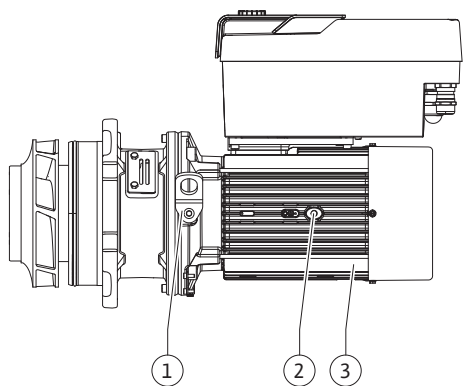

Fig. 107: Kit embrochable
10. Insérer le kit embrochable (voir Fig. 107) dans le corps de pompe jusqu'à l'ancienne position ou à un angle différent. Respecter les positions de montage admissibles des composants (voir le chapitre « Positions de montage autorisées et modification de la disposition des composants avant l'installation » [► 137]).
11. L'utilisation de boulons de montage est recommandée (voir le chapitre « Accessoires » [► 133]). Lorsque le guidage de la lanterne est sensiblement engagé (environ 0,59 in (15 mm) avant la position finale), il n'y a plus de risque de basculement ou de coincement. Une fois le kit embrochable sécurisé avec au moins une vis (Fig. I, pos. 10), les éléments de fixation peuvent être retirés des œillets de transport.
12. Visser les vis (Fig. I, pos. 10) sans toutefois les serrer entièrement. Le kit embrochable s'insère dans le corps de pompe à mesure que les vis sont serrées.